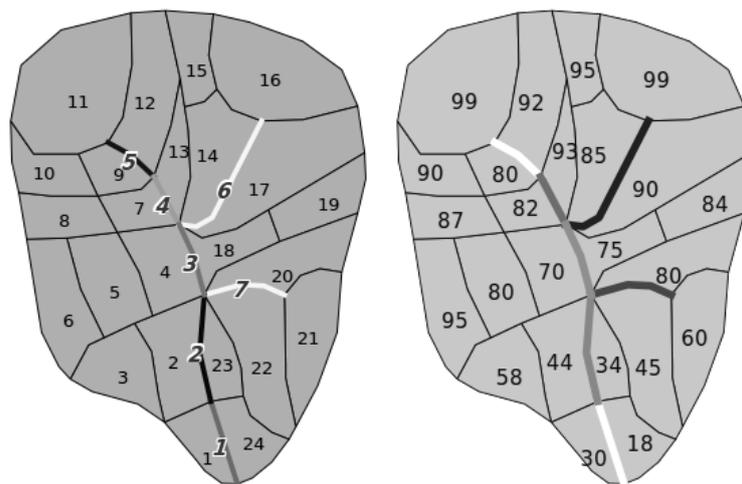

Figure 1 – Gauche : Identifiant des entités ; Droite : Altitude des entités
Le bassin versant virtuel utilisé lors de cet exercice est composé de 24 Surface Units (SU) et 7 Reach Segments (RS); chaque unité surfacique (SU) ou linéaire (RS) est identifiée par un numéro et son type (figure 1 gauche). Ainsi l'identification d'une entité se fait par son type et par son numéro d'identifiant (SU 1, RS 4 ...).
Le principe de calcul du Process Order est le suivant : chaque unité amont (qui ne reçoit d'eau d'aucune entité) reçoit un Process Order de 1, puis l'arbre de liens des entités est descendu : les entités recevant de l'eau d'une entité (avec un Process Order de i) reçoivent un Process Order $i + 1$. Dans l'exemple de la figure 1, la RS final reçoit un PO de 5 car elle reçoit de l'eau d'une unité avec un PO de 4 et d'une autre unité avec un PO de 1 (dans ce cas, on prend le dernier PO le plus élevé, ici 4)
Connaissant ces règles de topologie et en utilisant la figure 1, déterminez les directions d'écoulement des SU et RS du bassin versant : dessinez sur la figure 3 les directions d'écoulement (regardez les exemples des lignes de directions sur cette même figure pour vous aider). L'exutoire du bassin versant est la RS 1 ; au final, toute l'eau du bassin versant doit être évacuée par la RS 1.